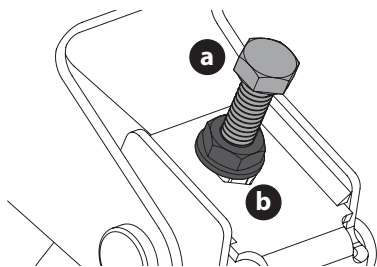

Figure 39
- Localisez les boulons de réglage (a) à gauche et à droite du plateau (Figure 39 à la page 105).
- Desserrez, mais ne retirez pas, les contre-écrous (b) du boulon de réglage. Ajustez le boulon de réglage droit ou gauche vers le haut ou le bas, le cas échéant, jusqu'à ce que les hauteurs de chaque côté soient égales (Figure 39 à la page 105).
- Lorsque le réglage sera correct, resserrez les contre-écrous (b). Serrez à 23 N-m (200 po-lb) (Figure 39).